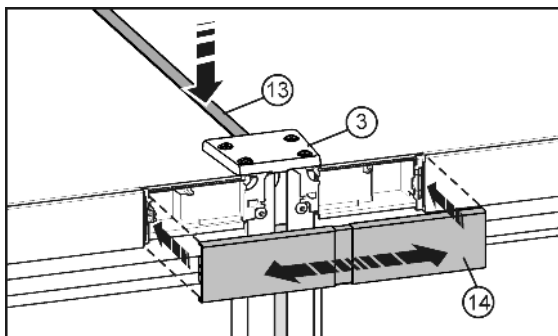

Fig. 10
- Auf der Oberseite, die kurze Leiste Fig. 10 (13) in den Spalt drücken. Die Leiste muss mit der Verbindungsplatte Fig. 10 (3) an der Vorderkante bündig abschließen.
- Abdeckung Fig. 10 (14) auf den noch offenen Zwischenraum der beiden Bedienteilblenden aufrasten. Darauf achten, dass die Aussenseiten der Abdeckung bündig mit den Bedienteilblenden abschließen. Die Abdeckung ist zu diesem Zweck ausziehbar.